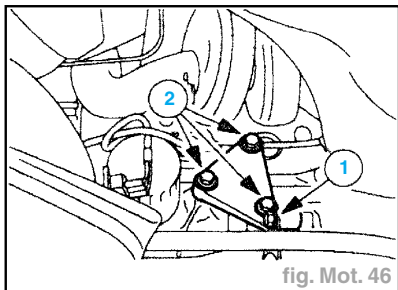
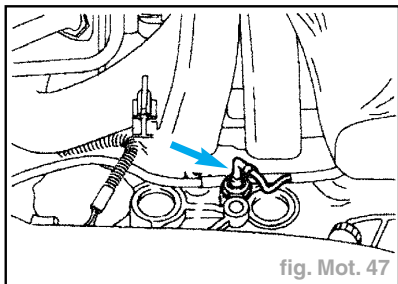

fig. Mot. 46
fig. Mot. 47
- Déposer le support de palier central d'arbre de roue (fig. Mot. 46) :
- de l'arbre de roue (deux vis) (1),
- du bloc-cylindres (2).
- Débrancher le connecteur et dévisser le manocontact d'huile (fig. Mot. 47).
- Fixer le support de palier central d'arbre de roue (fig. Mot. 46) :
- au bloc-cylindres (2) à **4,7 daN.m.**,
- à l'arbre de roue (deux vis) (1) à **2,7 daN.m.**